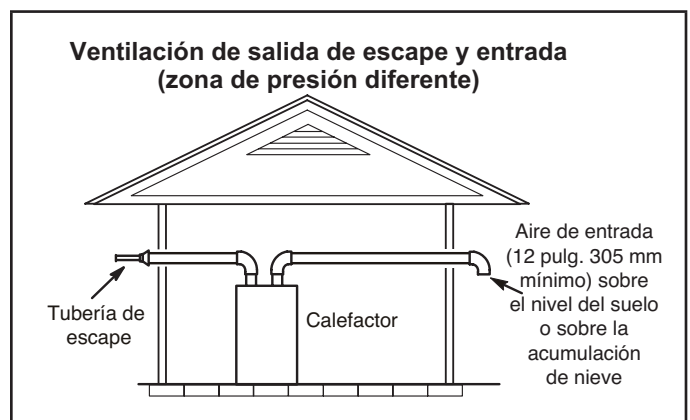

Figura 34
- 1 - Las terminaciones de entrada y de escape no tienen que estar en la misma zona de presión. Usted puede sacar la entrada en un lado de la estructura y el escape en el otro lado (Figura 34). Usted puede sacar el escape por el techo y la entrada por el costado de la estructura (Figura 35).